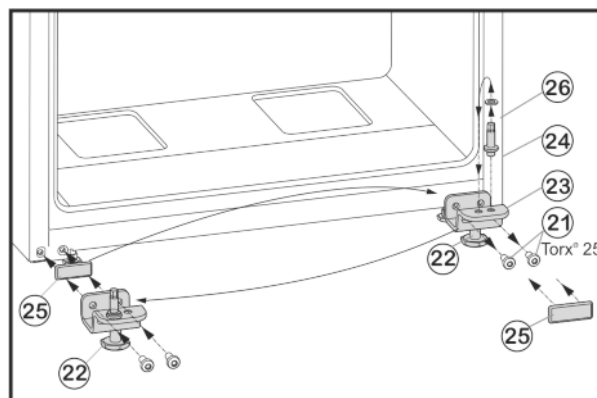

Fig. 8
- ▶ Upevňovací šrouby Fig. 8 (21) odšroubujte.
- ▶ Vyjměte spodní stojan ložiska Fig. 8 (23) i s ložiskovým čepem Fig. 8 (24), podložkou Fig. 8 (26) a seřizovací nožkou Fig. 8 (22).
- ▶ Ložiskový čep Fig. 8 (24) kompletně odšroubujte i s podložkou Fig. 8 (26), přemístěte do protilehlého upínacího otvoru stojanu ložiska a opět přišroubujte.
- ▶ Krycí desku Fig. 8 (25) opatrně sejměte a přemístěte ji na protější stranu.
- ▶ Dolní stojan ložiska Fig. 8 (23) opět kompletně, i s ložiskovým čepem Fig. 8 (24), podložkou Fig. 8 (26) a seřizovací nožkou Fig. 8 (22), případně s pomocí akumulátorového šroubováku silou (4 Nm) našroubujte na nové straně závěsu dveří.
- ▶ Dveře nasadte shora na ložiskový čep Fig. 8 (24).
- ▶ Seřizovací nožku Fig. 8 (22) na spodním stojanu ložiska Fig. 8 (23) vytáčejte, až dosedne na zem.